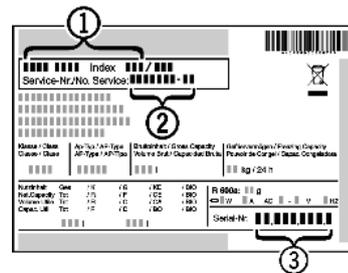

Fig. 7
- ▶ Gerätebezeichnung Fig. 7 (1), Service-Nr. Fig. 7 (2) und Serial-Nr. Fig. 7 (3) vom Typenschild ablesen. Das Typenschild befindet sich an der linken Geräteinnen-seite.
- ▶ Den Kundendienst benachrichtigen und den Fehler, Gerätebezeichnung Fig. 7 (1), Service-Nr. Fig. 7 (2) und Serial-Nr. Fig. 7 (3) mitteilen.